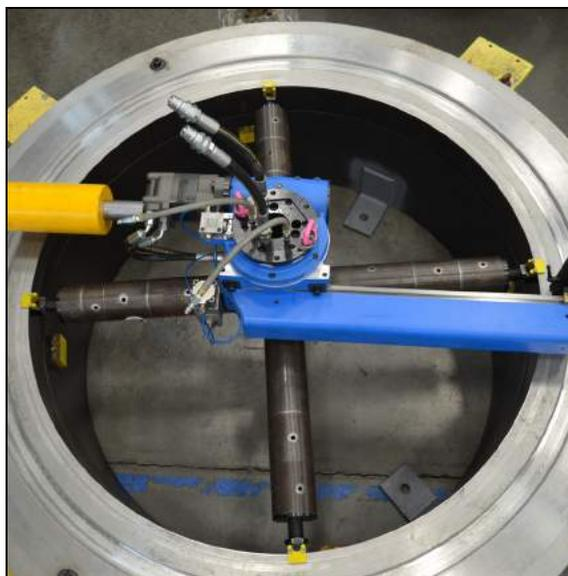

FIGURA 3-5. COLOCACIÓN DEL PORTAÚTILES INTERIOR EN LA BRIDA
5. Instale la máquina en la brida que descansa sobre las patas de montaje (Figura 3-5).